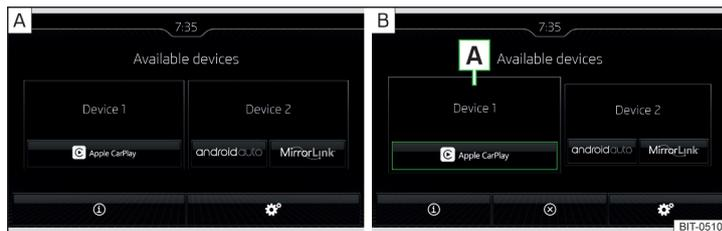

Abb. 196 Hauptmenü: keine Verbindung / Beispiel einer aktiven Verbindung
- ▶ Im Hauptmenü SmartLink das angeschlossene externe Gerät und ggf. den Typ des Kommunikationssystems wählen » Abb. 196 - A.
- ▶ Um die Verbindung zu beenden, im Hauptmenü SmartLink die Funktionsfläche ⊗ antippen » Abb. 196 - B.